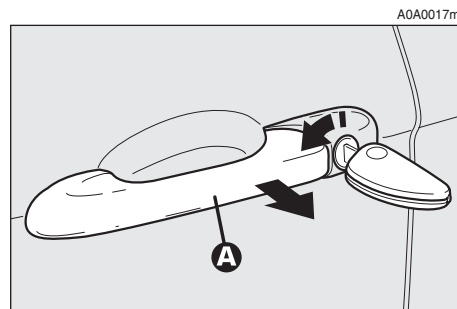

fig. 9
- Para abrir la puerta del conductor gire la llave hacia la derecha, saque la llave y tire de la palanca (**A-fig. 9**).